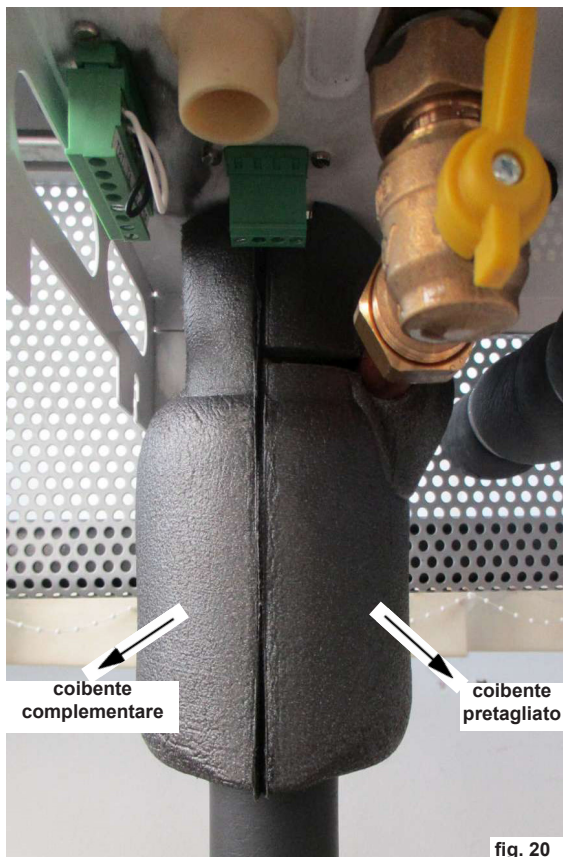

fig. 20
- Il coibente pretagliato deve avvolgere la rampa mandata riscaldamento; il coibente complementare deve essere posizionato sul lato opposto (vedi figure 20 e 21).